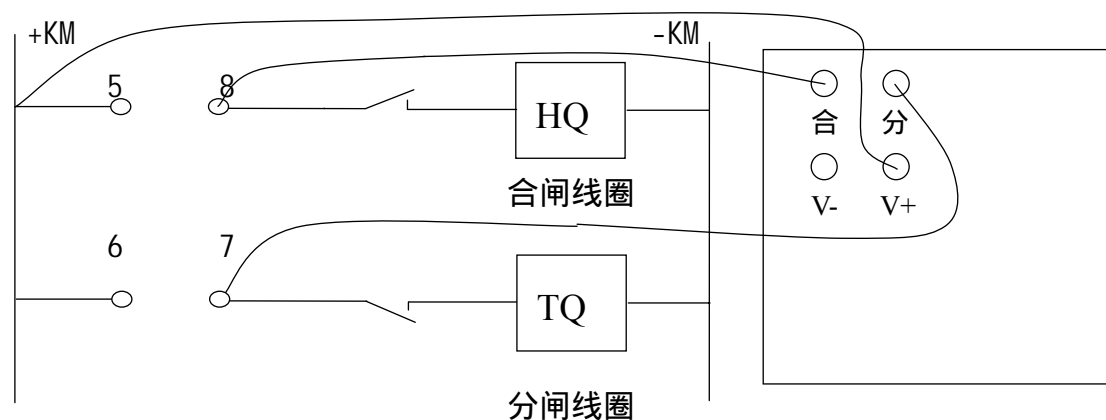

图 6
3.2 现场试验时，如果采用外部变电站电源操作开关，选择“按钮触发”方式，将输出控制开关打到“关”，接线方式如下图 6 所示。